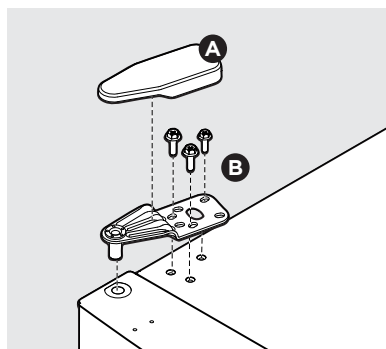

Figure 11
28. Fixez la charnière du haut (B) du côté gauche du congélateur à l'aide d'une clé de 5/16 po. Remettez en place le couvre-charnière du haut (A) (figure 11).